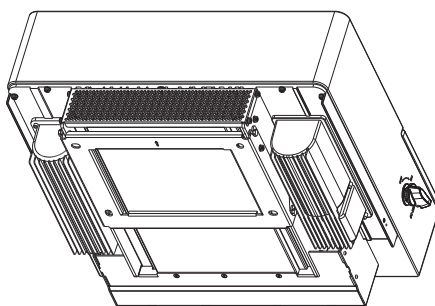

Figura 4.4 Suport de montare pe perete
2. Ridicați invertorul (având grijă să nu forțați corpul) și aliniați suportul din spate de pe invertor cu secțiunea convexă a suportului de montare. Suspențați invertorul pe suportul de montare și asigurați-vă că invertorul este bine fixat (a se vedea figura 4.4).